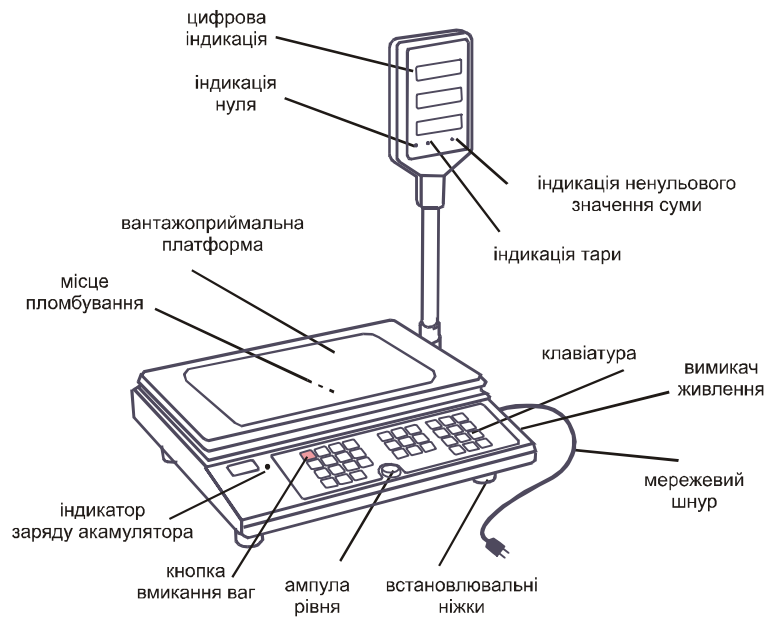

Рис. 1. Вигляд ваг
3.3. Конструктивно ваги складаються із зважувального пристрою, хрестовини, вантажоприймальної платформи, стійки індикації та встановлювальних ніжок (див. рис. 1). Під замовлення можлива поставка блоку виносної індикації.
4.2. Якщо передбачається живлення ваг від мережі - увімкнуті штепсельну вилку в мережу живлення, ввімкнути перемикач, що знаходиться з правого боку ваг (див. рис.1). При цьому повинен почати світитись індикатор заряду акумулятора. Натиснути на кнопку вмикання ваг, після чого починається тест індикатора. Якщо ж доступу до електромережі не має, то просто натисніть кнопку вмикання. На індикаторі послідовно висвітлюється ряди символів від «999999» до «000000».